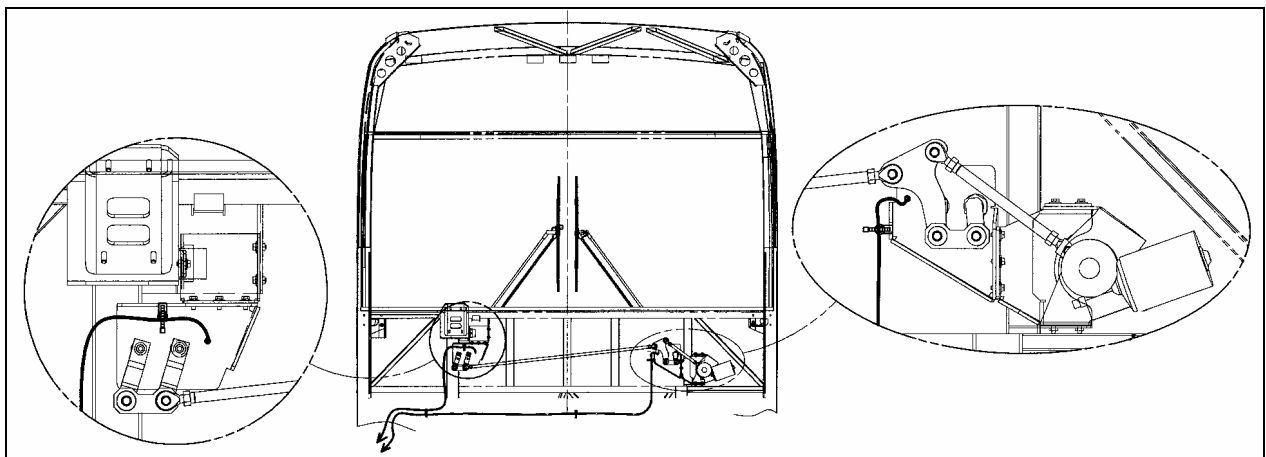

FIGURE 1 : ENTRAÎNEMENT DES ESSUIE-GLACES
3. Retirer les vis qui fixent les panneaux du dégivreur puis retirer les panneaux. Retirer le panneau d'accès situé près du logement des commandes au pied. Les mécanismes d'entraînement sont maintenant accessibles (voir la figure 1).